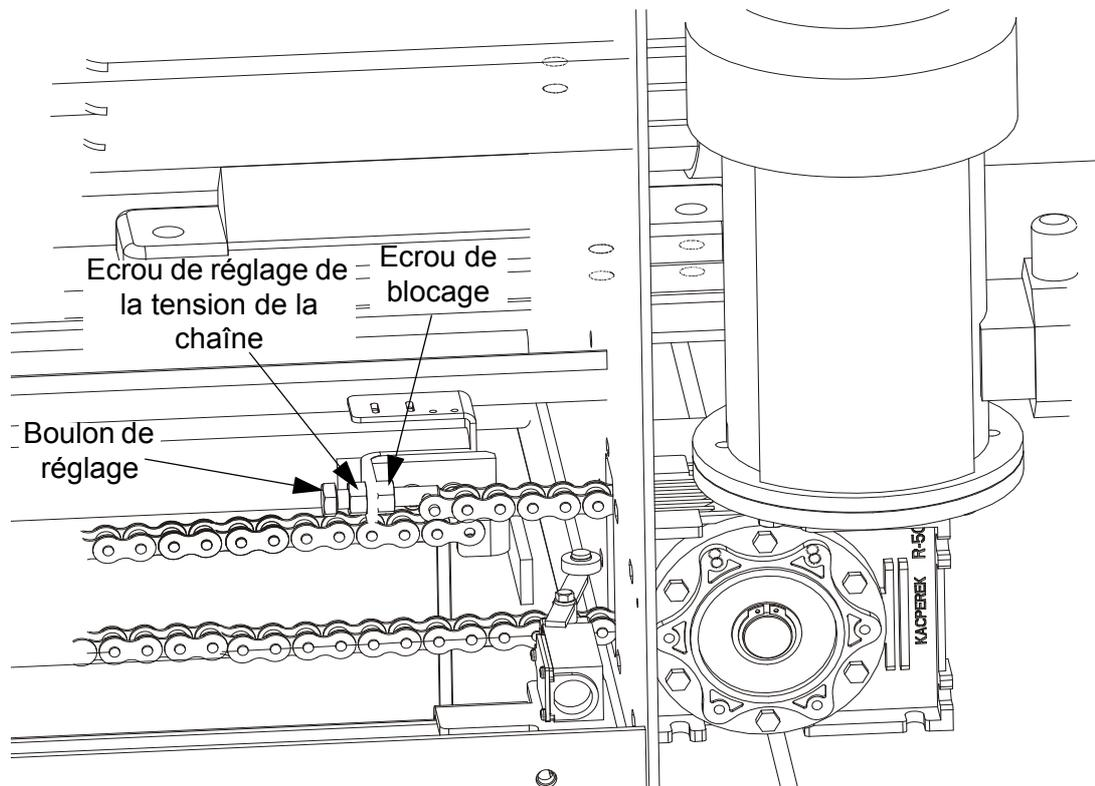

FIGURE 5-6
**Voir Figure 5-6.** Pour tendre les chaînes de lame et positionnement laser, dévissez et ouvrez le carter de la boîte à engrenages et celui des lasers. A l'aide du tendeur de chaîne, réglez la tension appropriée. Desserrez l'écrou de blocage. Tout en maintenant le boulon de réglage, tournez l'écrou de réglage vers la droite pour tendre la chaîne ou vers la gauche pour la détendre. Ensuite, serrez l'écrou de blocage. La tension de la chaîne de positionnement laser se règle de la même manière.